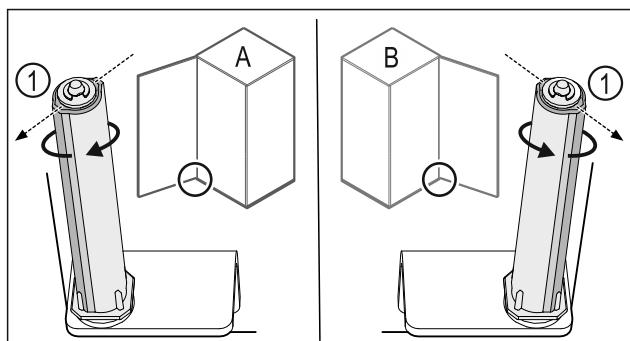

Fig. 43 Atidarymas į kairę (A) / atidarymas į dešinę (B)
- Sukite uždarymo sistemą, įveikdami pasipriešinimą, kol uždarymo sistemos pertvara Fig. 43 (1) bus nukreipta į išorę.